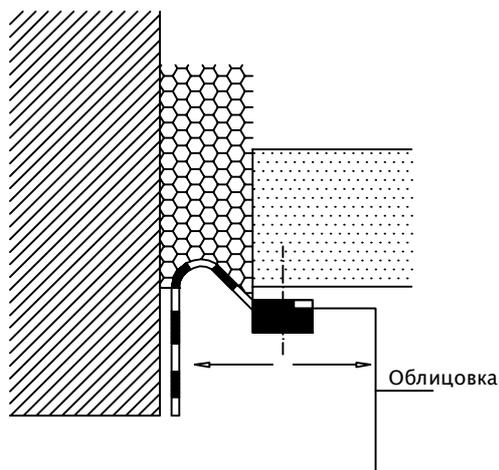

рис.6
– DIN 18195, Часть 9 Строительные уплотнения, Проницаемость, переходы, примыкания. Уплотнительные полотна применимы как для компенсации подвижек, так и для защиты от непогоды и проникновения воды не под давлением (рис.6 и 7)